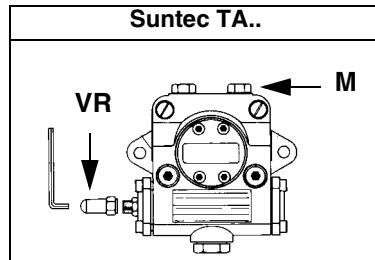

Fig. 11
- 3 sfidare l'aria dall'attacco (**M**) manometro della pompa (Fig. 11), allentando leggermente il tappo, senza toglierlo; quindi rilasciare il contattore.
- 9 La pressione di alimentazione ugello è già pre-tarata in fabbrica e non deve essere cambiata. Solo se necessario, regolare la pressione di alimentazione (vedi relativo paragrafo) nel modo seguente: inserire un manometro nella posizione indicata in Fig. 12 agire sulla vite di regolazione **VR** della pompa (vedi Fig. 11 e pag. 15) fino ad ottenere una pressione all'ugello pari a 25 bar (vd. esempio grafico a pag. 23);